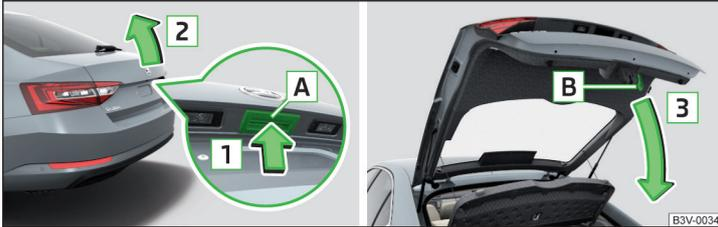

Abb. 57 Gepäckraumklappe öffnen/schließen
- Zum **Öffnen** die Taste **A** in Pfeilrichtung **1** drücken » Abb. 57.
Die Taste **A** » Abb. 57 wird beim Anfahren bzw. ab einer Geschwindigkeit von mehr als 5 km/h deaktiviert. Nach dem Anhalten und Öffnen einer Tür wird die Taste wieder aktiviert.